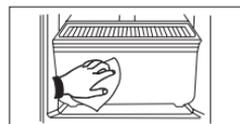

Fig. 2
- Si hay residuos de agua o alimentos, saque todos los accesorios y limpie el congelador usando un paño suave, humedecido con agua al clima y una pequeña cantidad de detergente líquido neutro o con bicarbonato disuelto en agua (1 cucharadita por litro de agua). Enjuague perfectamente y seque. Ver. Fig. 2.